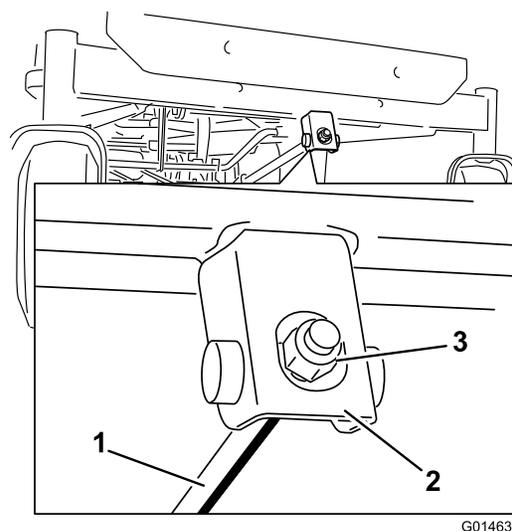

Figura 61
6. Per regolare l'inclinazione longitudinale della lama, ruotate il dado di regolazione nella parte anteriore del tosaerba (Figura 61).